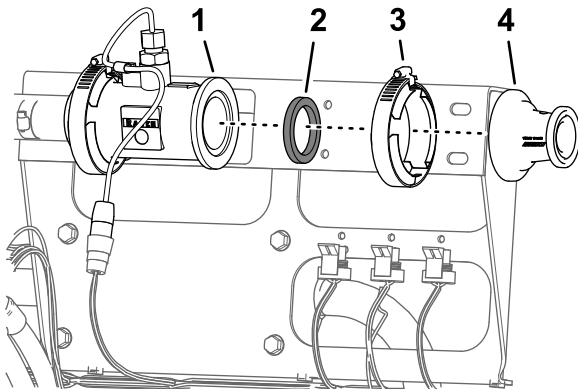

Bild 71
6. Entfernen Sie die Flanschklammer (51 mm) und die Dichtung (38 mm), mit denen der Flansch des Adapters am Flansch des Durchflussmessgeräts befestigt ist (Bild 71).